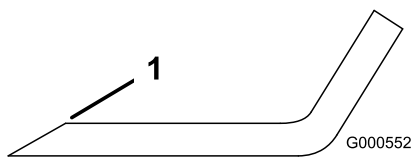

Figura 75
1. Folosii o pilă pentru a ascui marginea de tăiere la ambele capete ale lamei (Figura 75).
**Notă:** Dacă lama nu este echilibrată, piliți numai din capătul suprafeței velice (Figura 75).